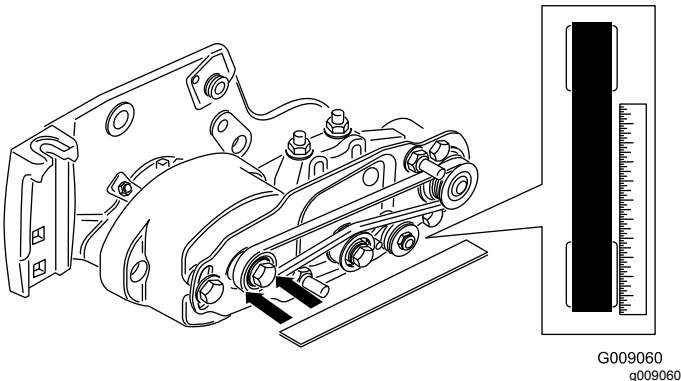

Figure 17
- Placez une règle le long de la face extérieure de la poulie d'**entraînement** (Figure 17). Ne posez **pas** la règle en travers des poulies d'entraînement et menée.